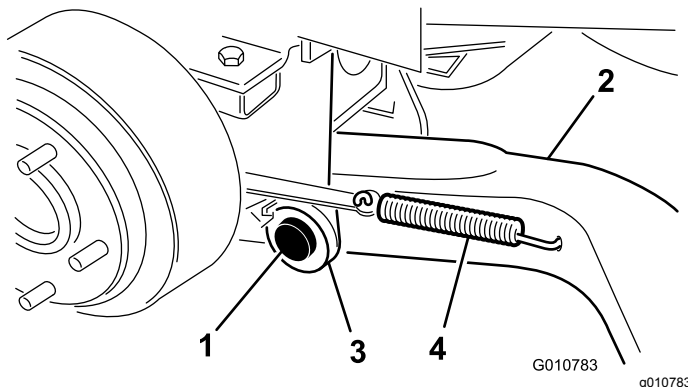

Figure 5
4. Montez un bras de levage (en plaçant la rotule à l'extérieur) sur le support de pivot à l'aide d'un axe de pivot et d'une goupille fendue (5/32" x 1 3/4") (Figure 5).
6. Accrochez le ressort de rappel de frein dans le trou du bras de levage (Figure 5).